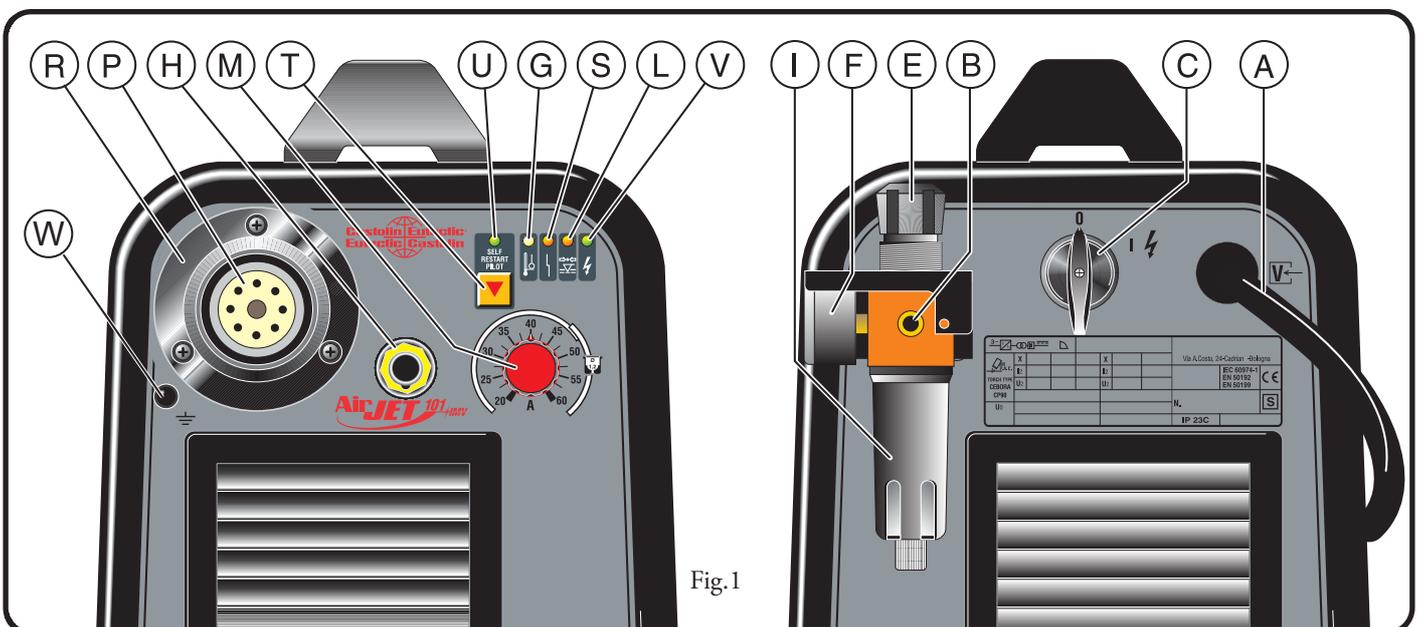

Fig.1
### 2.1 MONTAGEM DA TOCHA (Fig. 1)
1) Para evitar sobrecargas. É evidenciado pelo acendimento contínuo do sinalizador G (veja fig.1).
Colocada na alimentação da tocha para evitar que a pressão de ar seja insuficiente. É evidenciado pelo acendimento do sinalizador L (veja fig.1).